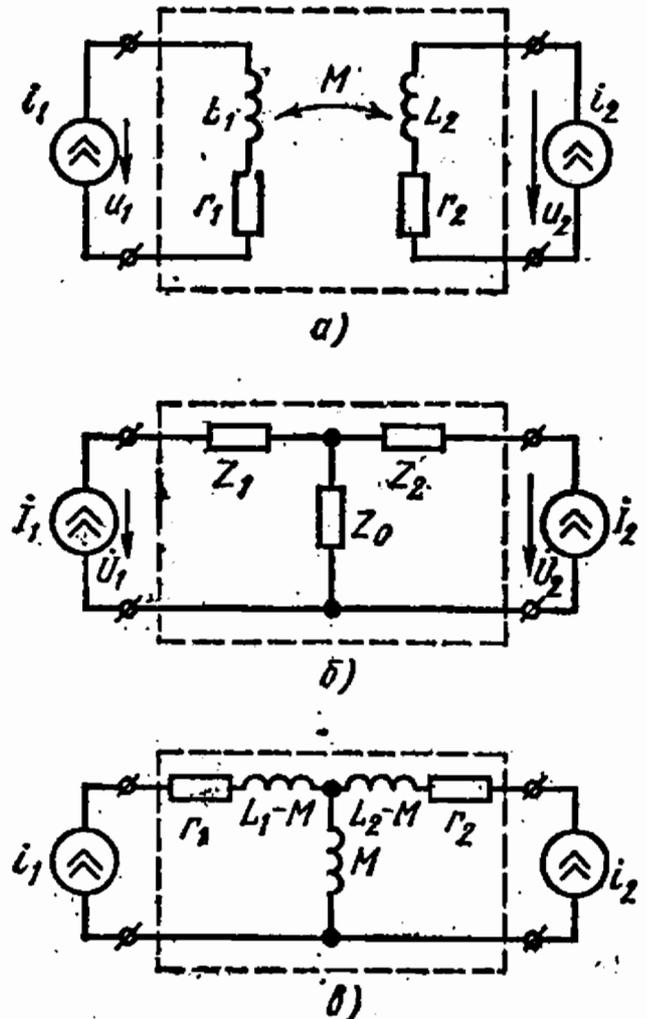

Рис. 5.11
5.11. На рис. 5.11, а приведена схема замещения двух катушек с магнитной связью с заданными источниками синусоидальных токов. Рассматривая обе катушки как пассивный обратимый четы-
Этим уравнениям соответствует двухконтурная схема с тремя ветвями (рис. 5.11, б), комплексные сопротивления которых
Комплексные сопротивления ветвей Т-образной эквивалентной схемы: $Z_0 = jM\omega$; $Z_1 = r_1 + j(L_1 - M)$; $Z_2 = r_2 + j(L_2 - M)$. Эквивалентная схема катушек дана на рис. 5.11, в.